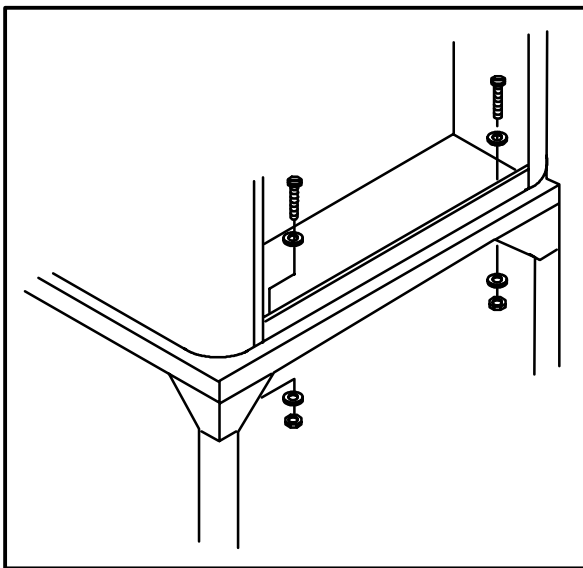

Figure 3
4. Spænd ovnen på stativet med bolte, skiver og møtrikker, som vist på Figure 3.